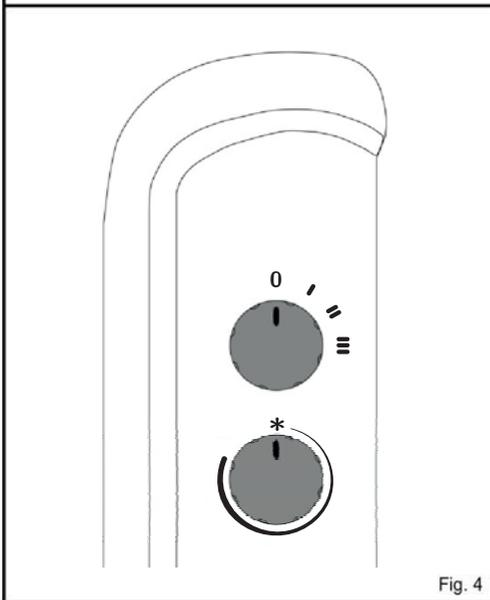

Fig. 4
1.- Seleccione la potencia mediante el mando selector de potencias y gire el mando del termostato en el sentido de las agujas del reloj hasta su posición máxima (**Fig.4**).
Para accionar este dispositivo basta con conectar el aparato a la red, colocar el selector de potencias en cualquiera de sus posiciones activas y el mando termostato en la posición  (Fig.4).